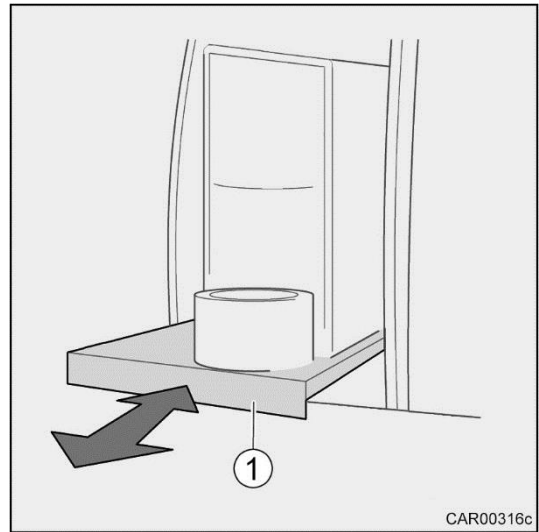

Fig. 147 Variante 2
2. Tirer le système coulissant de la cafetière à capsules (Fig. 147/1) jusqu'en butée.